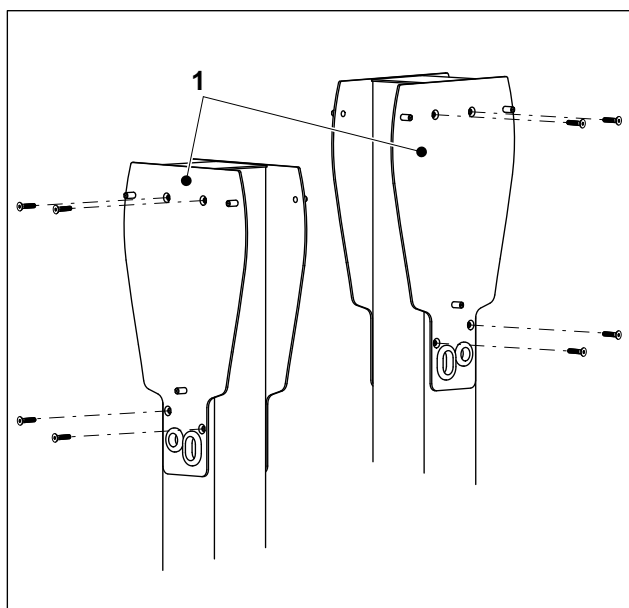

Abb. 5 Befestigung der Adapterplatten an Stange
- Befestigen Sie die Adapterplatten (Abb. 5/1) mithilfe der beige packten jeweils vier Senkkopfschrauben M6x16 an der Stange. Anzugsmoment 7 Nm.